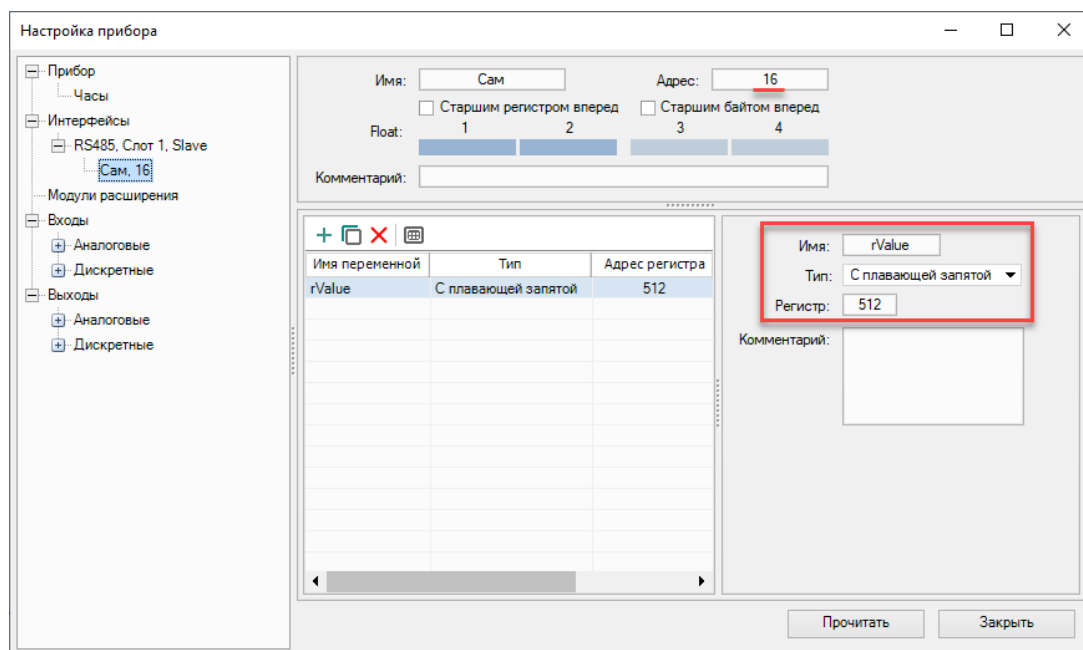

Рис. 3. Настройки канала slave-устройства
- адрес регистра = **512** (в соответствии с рис. 3).